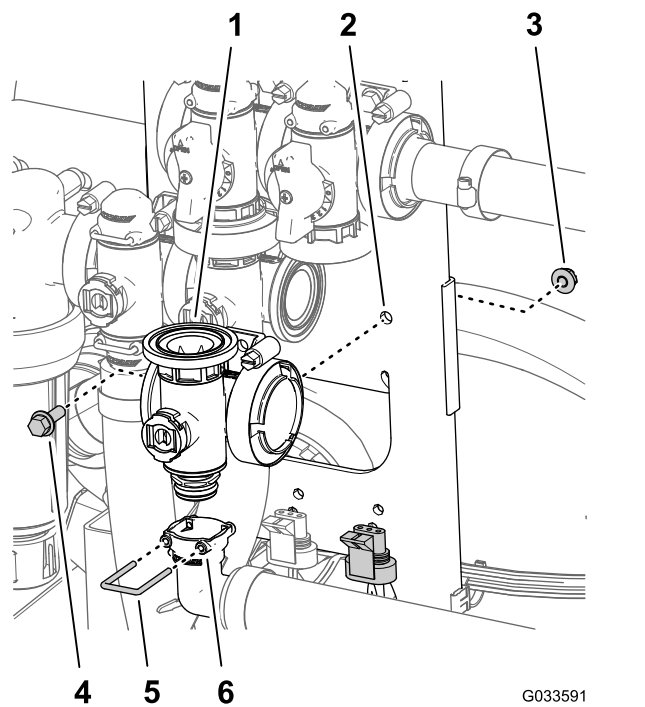

Figura 130
- Alinhe a entrada da união de saída de 90° na união na parte inferior do coletor da válvula da rampa principal (Figura 130).
- Prenda a união de saída da união inserindo um retentor na entrada da união de saída (Figura 130).